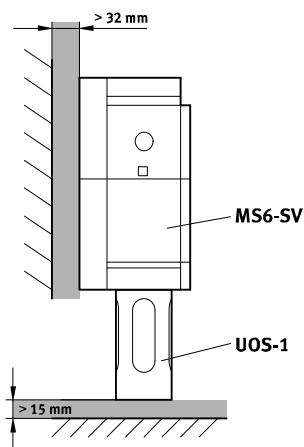

Fig. 14 Montering
- Följ minimiväståndet på 15 mm under ljudrämparen (→ Fig. 14). Mellanrummet sörjer för problemfri avluftning.